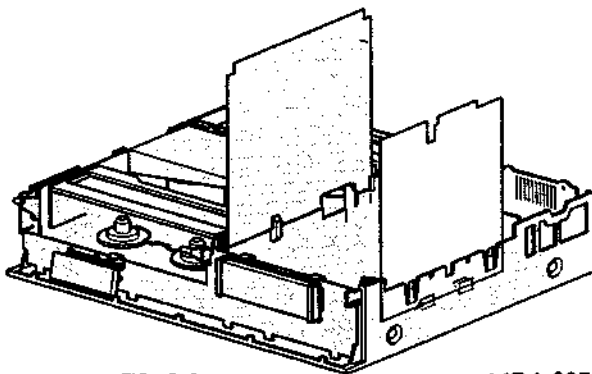

FIG. 2-8
- Plaats P522 nu vertikaal in de daarvoor bestemde sleuven (zie fig 2-8).